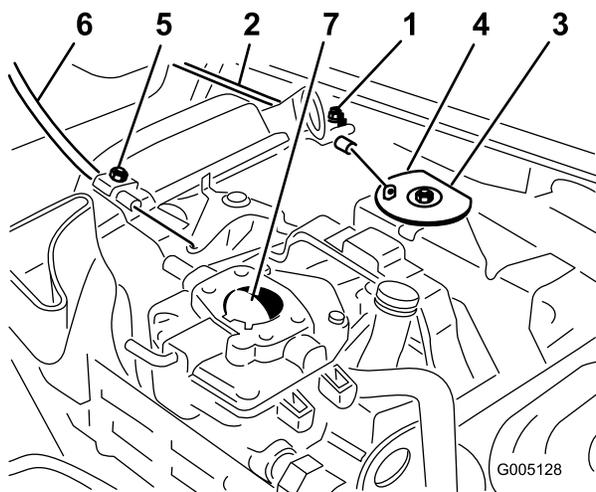

Figura 47
1. Allentate la vite del serrafilo per cavi che fissa il cavo al motore (Figura 47).
3. Tirate con forza il cavo dell'acceleratore finché il retro della parte girevole non viene a contatto con il fermo (Figura 47).
3. Tirate con forza il cavo dello starter finché la farfalla dello starter non è completamente chiusa, quindi serrate la vite del serrafilo (Figura 47).